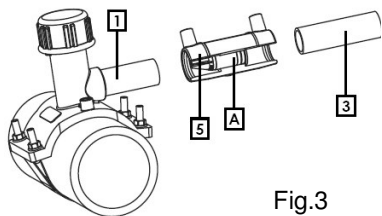

Fig.3
1. **Collegare il Manicotto Elettrico [5] alla linea di servizio (Fig.3) (seguire le apposite istruzioni: RACC MOD4 VER9 EF). CONTROLLARE LA DIREZIONE DEL FLUSSO DI GAS SULLA FRECCIA DI LATO**